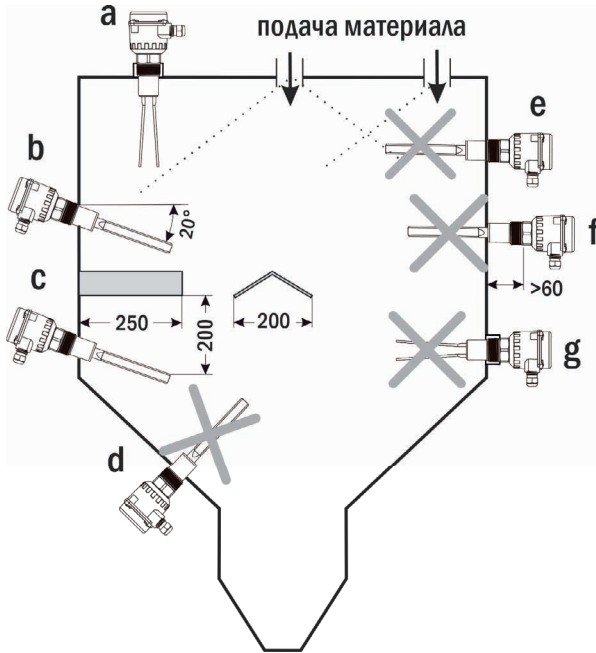

Рис. 1. Установка в бункер
Правильные варианты установки в бункере (рис. 1):
- c) установка под перегородкой (размеры указаны на рис. 1);
- Неправильные варианты установки в бункере (рис.1):